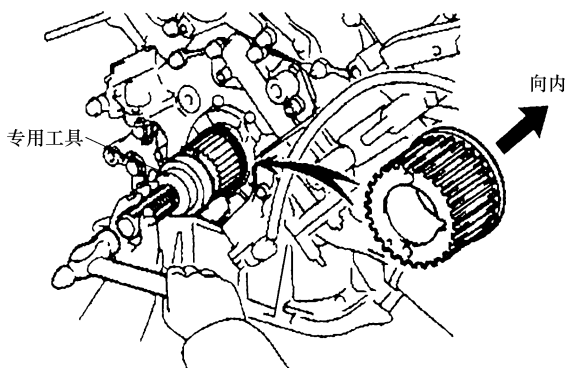

图 24-31 安装曲轴正时带轮
1) 安装曲轴正时带轮。将曲轴正时带轮定位键对准曲轴正时带轮的键槽，使角度传感器朝内，推入曲轴正时带轮（图 24-31）。